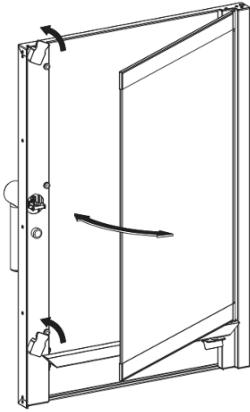

Рис. 23
- Открыть внутреннее стекло (рис. 23).